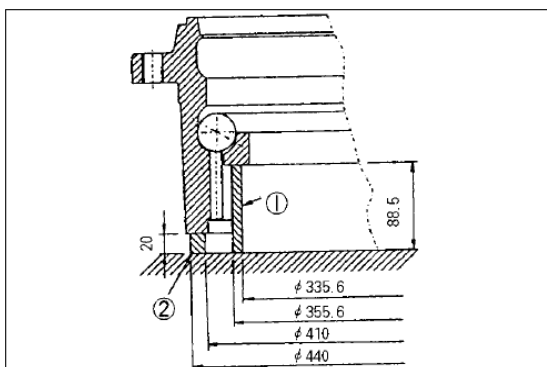

Рис. 98
7. Установите верхние шарики и верхнюю обойму подшипника. Рис. 98.